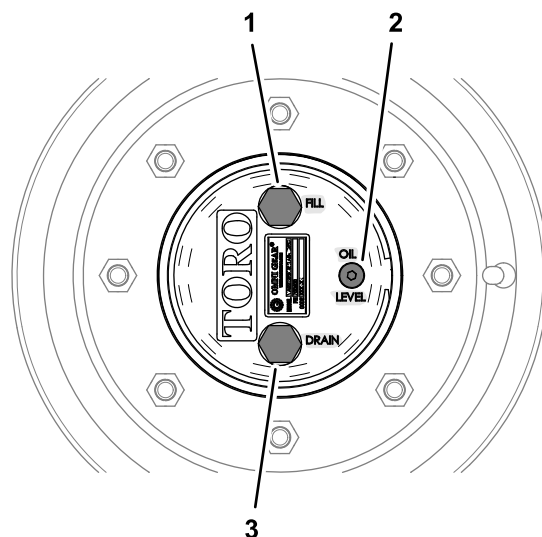

図 93
1. 水平な床面で、補給プラグが最高位置時計の 12 時の位置、点検プラグが 12 時、ドレンプラグが最低位置 6 時の位置にくるように駐車する 図 93。
1. 水平な床面で、補給プラグが最高位置時計の 12 時の位置、点検プラグが 12 時、ドレンプラグが最低位置 6 時の位置にくるように駐車する 図 93 プラネタリギアオイルの点検 \(ページ 63\) を参照。